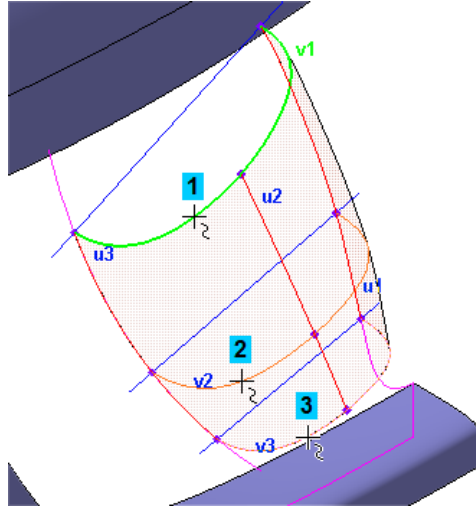

Рисунок 42
- Укажите три кривые второго направления (направление V). По мере указания кривых фантом поверхности будет перестраиваться (рис.42).